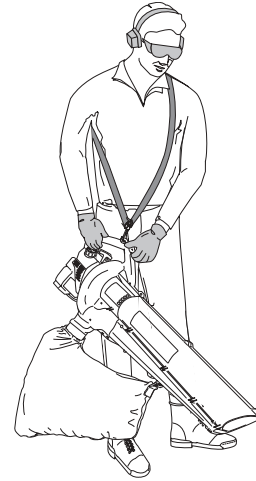

Fig. 8
5. Passez le harnais par-dessus votre tête et mettez-le sur votre épaule (Fig. 8).
6. Tenez-vous en position d'utilisation (Fig. 8) et réglez la longueur du harnais en fonction de votre taille.